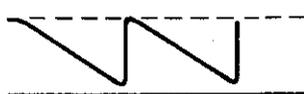

Abb. 25
- 2) Die in Abb. 25 gezeigte Sägezahnwelle auf \approx 0,2 sek. oder mehr einstellen, um die gewünschte Frequenz zu erhalten.